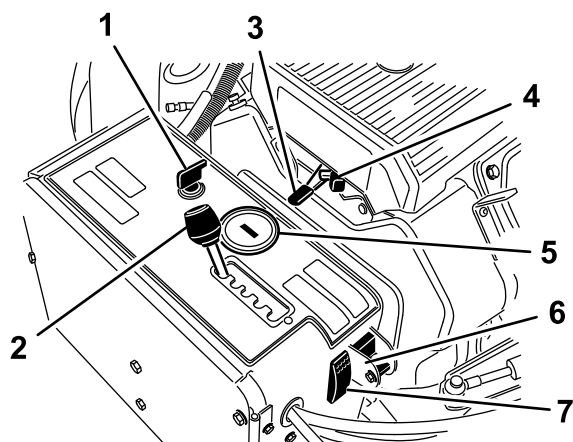

图 14
使用点火开关图 14 以启动和关闭发动机。该开关有 3 个位置
将打孔机间距杆图 14 移到所需的打孔间距或用于行驶的“T”位置。
使用油门杆图 14 可控制发动机转速。向前推动油门杆可提高发动机转速快速位置向后推则降低发动机转速慢速位置。发动机速度用于调节打孔头的速度并控制机器的地面行驶速度。
- 当发动机关闭时小时表/转速计图 14 会显示发动机已经运行的小时数。
发动机冷启动时应使用阻风门图 14。
将开关转到下方的位置可关闭 TrueCore 功能图 14。
如果机器停止运行如机器燃油耗尽 请按系统重置开关 (图 14) 升起打孔头。